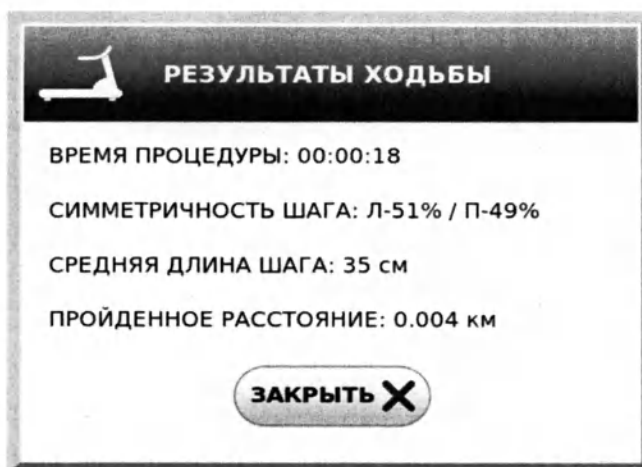

Рисунок 58 – Окно «Результаты ходьбы»
- Процедура завершается по нажатию кнопки СТОП или по истечению 6 минут для режима 6-минутный тест, на экран выводится статистика по процедуре (см. рисунок 58).
- Процедура завершается по нажатию кнопки СТОП, на экран выводится статистика по процедуре (см. рисунок 58) (кроме симметрии и длины шага).